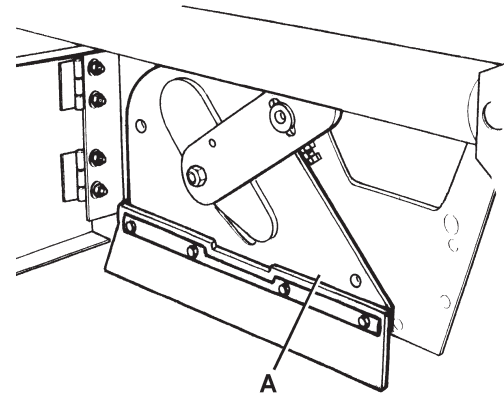
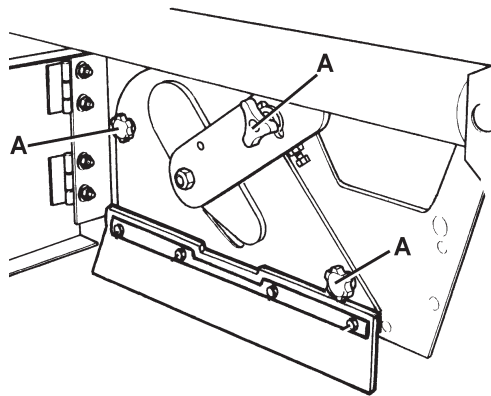

Abbildung 6
Abbildung 5
1. Das Gerät auf ebenem Untergrund abstellen und Feststellbremse mit dem Pedal (82) und dem Hebel (75) betätigen.
2. Zündschlüssel (69) in Stellung 0 drehen und abziehen.
3. Haltevorrichtung (8) ausrasten und rechte Klappe (7) öffnen.
4. Knöpfe (A, Abb. 5) lösen und abnehmen.
5. Deckel des Hauptkehrwalzenraums (A, Abb. 6) abnehmen.
10. Deckel des Hauptkehrwalzenraums (A, Abb. 6) anbringen und Knöpfe (A, Abb. 5) eindrehen.
11. Rechte Klappe (7) schließen und Haltevorrichtung (8) einrasten.